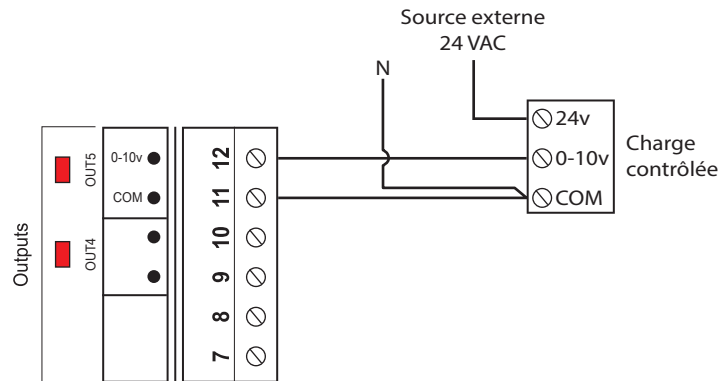

Figure 13 - Raccordement de la sortie analogique (alimentation externe)
- Figure 13 - Raccordement de la so
- 2) Le C1000 fournit seulement le signal de contrôle à la charge, qui est alimentée par une source externe (voir figure 13).